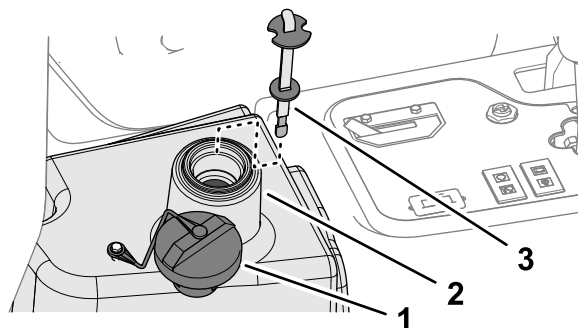

図 91
2. 油圧オイルタンクの注油口周辺をきれいに拭き、キャップ **図 91** を外す。